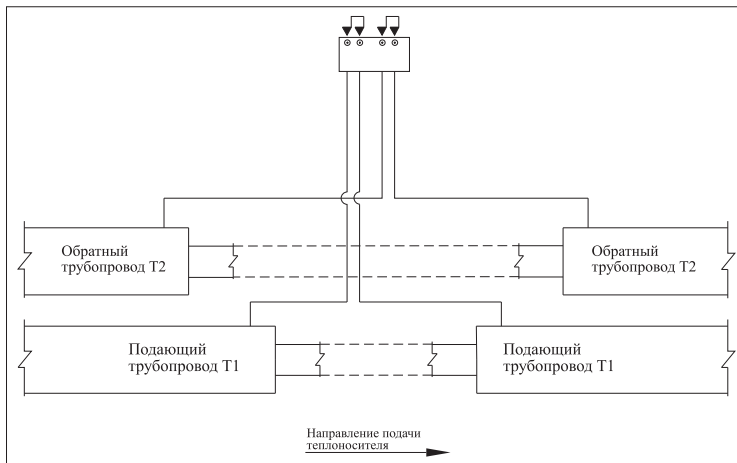

Рис. 5 «Соединение двух независимых двухтрубных систем ОДК»
2.4. Соединение двух независимых двухтрубных систем ОДК, сходящихся с двух сторон в тепловой камере или другом подобном объекте - **Рис. 5, 10.**